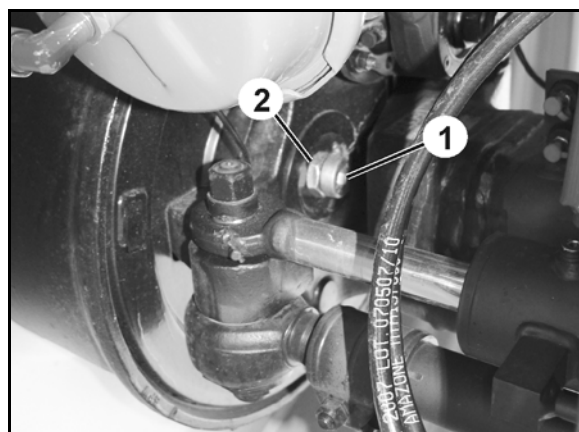

Fig. 48
2. Trekk til anslagsskruene (Fig. 48/1) i bremsetrommelen og lås med kontramutter (Fig. 48/2).